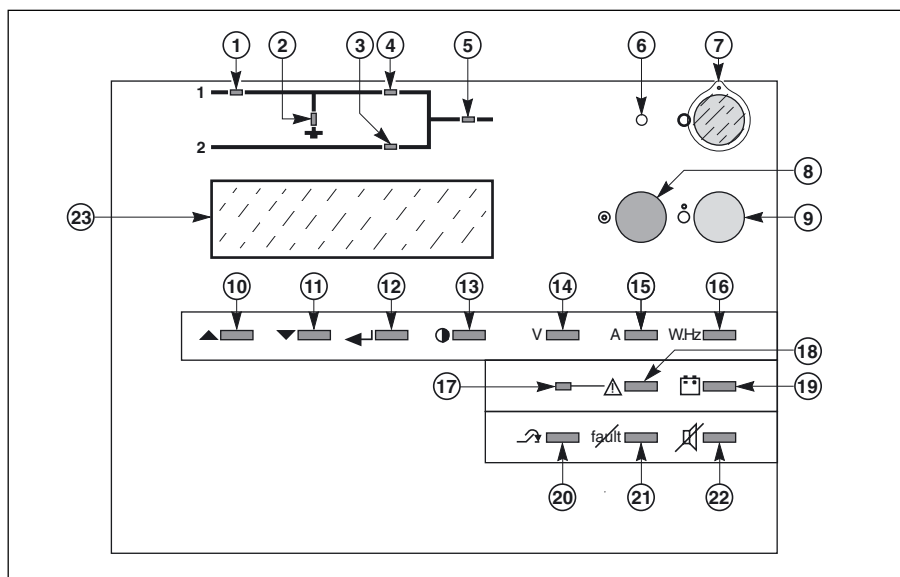

Abb. 19
- ▶ Taster ⑨ "Wechselrichter AUS" drei Sekunden (Fehlbedienungschutz) gedrückt halten (siehe Abb. 19).
Die Anzeige gliedert sich in: Primär-, Sekundärmeldungen, Meßwerte und Konfigurationsanzeigen. Es erscheint automatisch immer eine Primärmeldung in der Anzeige. Eventuelle Sekundärmeldungen können über die Tasten (10) ▲ und (11) ▼ angezeigt werden (siehe Abb. 19).
Sind Sekundärmeldungen vorhanden, wird dies mit dem Pfeil ↓ am Ende einer Primärmeldung signalisiert. Die Rückkehr zu den Primärmeldungen erfolgt automatisch nach 2 Minuten oder direkt mit Hilfe der Taste (18) (siehe Abb. 19). Der Monitor erhellt sich, sobald eine beliebige Taste gedrückt wird und erlischt nach 5 Minuten der Nichtbetätigung.
Unabhängig von einer Tastenbetätigung wird auf dem Monitor eine Primärmeldung (siehe Liste im folgenden Absatz) mit dem allgemeinen Betriebszustand der USV-Anlage angezeigt. Ausgehend von einer Primärmeldung ist über die Tasten (14), (15), (16) und (19) ein Zugriff auf die Meßwerte der USV (siehe Abb. 19) und über Taste (13) auf die Konfigurationsanzeige zur Einstellung der USV möglich.